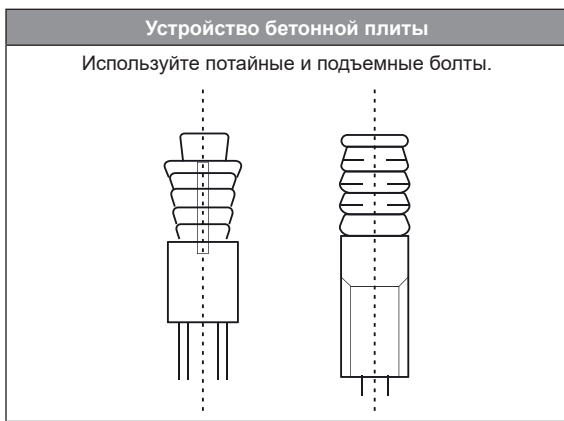

Рисунок 3.2
- Определите место установки блока в потолке или крыше здания и просверлите четыре отверстия Ø12 мм X 50-55 мм. Затем установите в этих отверстиях дюбели крепежных крючков (закупаемые принадлежности 4). См. рисунок 3.2.